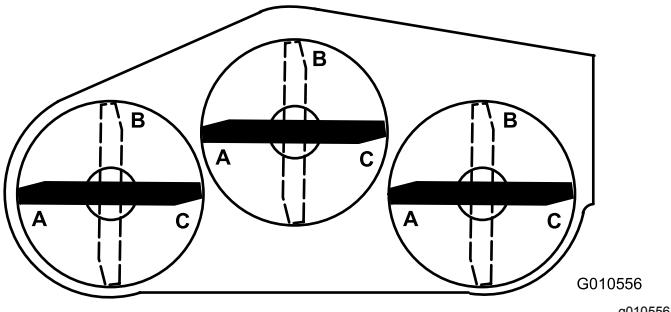
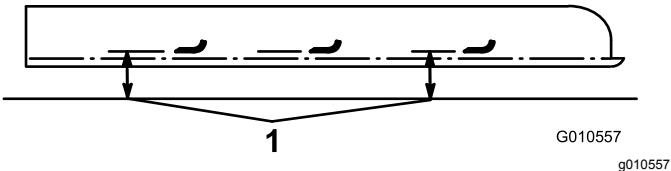

Figure 27
Figure 28
- Placez les 3 lames à la position A (Figure 27), mesurez la distance entre la surface plane et le bas de la pointe de chaque lame (Figure 28), et notez cette valeur.
7. Tournez les lames à la position B (Figure 27), mesurez la distance entre toutes les lames et la surface plane et notez cette valeur (Figure 28).
8. Tournez les lames à la position C, mesurez puis notez la distance mesurée (Figure 27 et Figure 28).